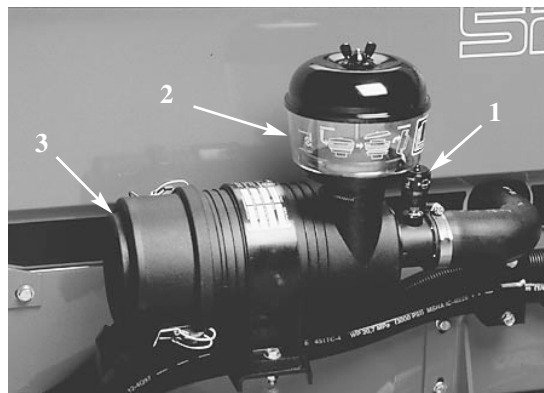

Bild 32
2. Warten Sie die Filter immer dann, wenn die Luftfilteranzeige (Bild 32) auf Rot steht, sonst alle 400 Stunden (unter extrem staubigen oder schmutzigen Bedingungen häufiger). Sie dürfen Luftfilter nicht zu häufig warten.
WARTUNG DER VORFILTERSCHALE (Bild 32)